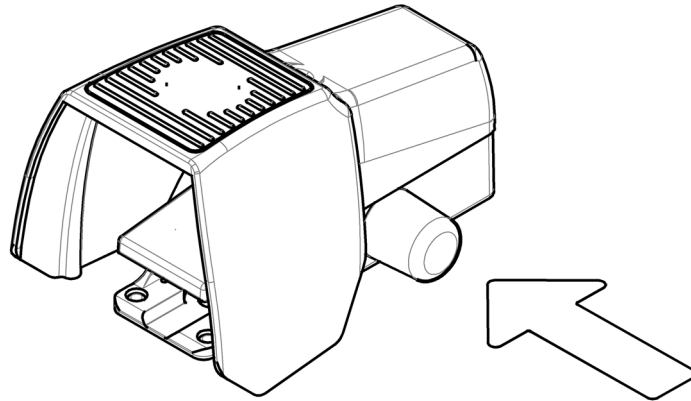

Fig. 4: Rilascio dell'interruttore a pedale
- Se l'arresto di emergenza è stato attivato con l'interruttore a pedale: rilasciare l'interruttore premendo sulla copertura blu in silicone a lato dell'interruttore (vedere fig. 4).